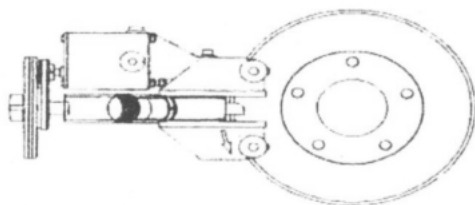

Рисунок 25
2. При необходимости разверните блок проточки на 180 градусов, таким образом, что приводной блок окажется снизу (рис.25).